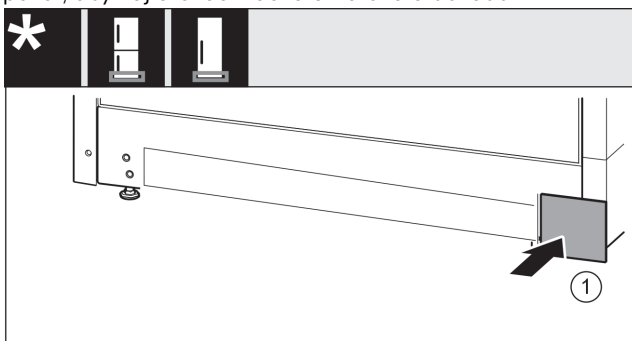

Fig. 17
- Kryt Fig. 17 (1) opět nasadte na druhé straně.